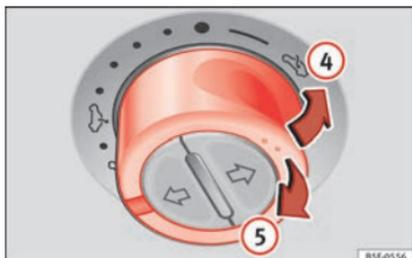

Fig. 12 Nel rivestimento interno del tetto: premere l'interruttore e tirarlo per alzare e chiudere il tettuccio.
- Ribaltamento all'indietro: girare la manopola sulla posizione » **fig. 12** (4). Per ottenere una posizione intermedia, mantenere la manopola attiva fino alla posizione desiderata.
- Abbassare: girare la manopola sulla posizione » **fig. 12** (5). Per ottenere una posizione intermedia, mantenere la manopola attiva fino alla posizione desiderata.